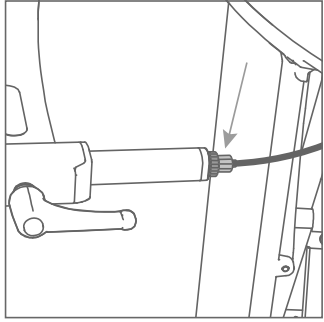

Figura 57: Detalle del ajuste del freno mediante el tornillo de ajuste en la parte superior, justo debajo del anillo de retención.
- Primero afloja el anillo de cierre (tira del cable hacia abajo para facilitararlo). Esto le da el espacio para apretar o aflojar el ajustador que está debajo (Figura 57).